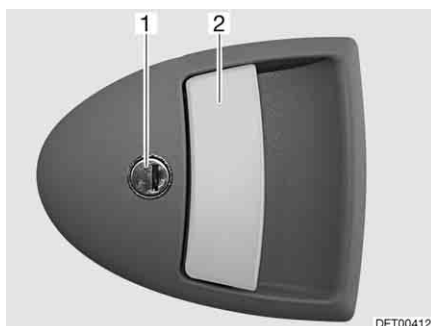

Bild 45 Türschloss Eingangstür, außen
- Schlüssel in Schließzylinder (Bild 45,1) stecken und drehen, bis das Türschloss entriegelt ist.
- Am Türgriff (Bild 45,2) ziehen. Die Tür ist geöffnet.
- Schlüssel in Schließzylinder (Bild 45,1) stecken und drehen, bis das Türschloss verriegelt ist.